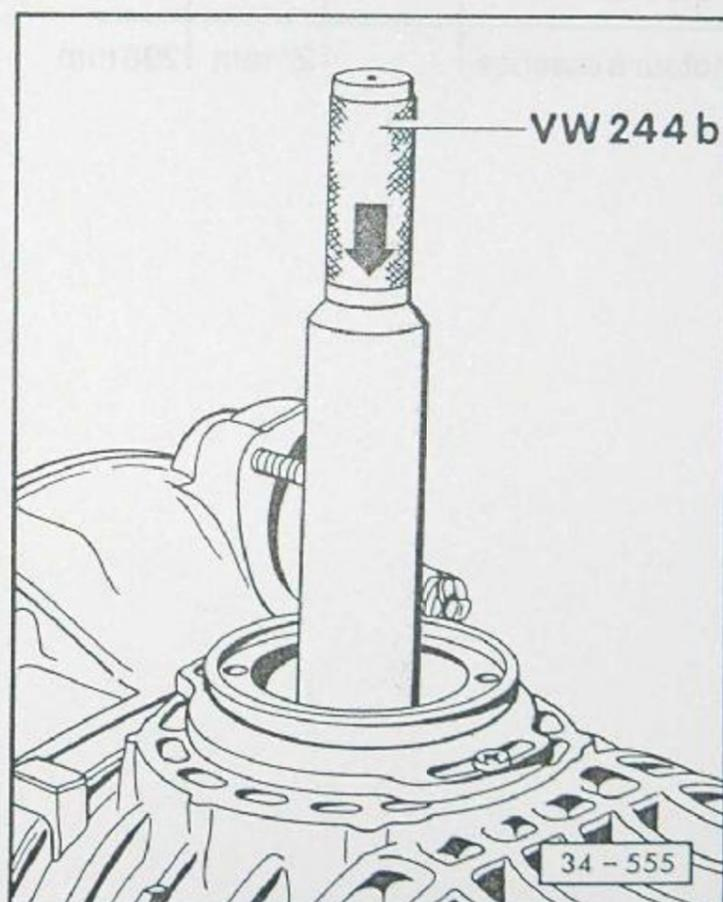

Fig. 8 Segment d'arrêt: mise en place
- Remplacer, mettre en place – fig. 8